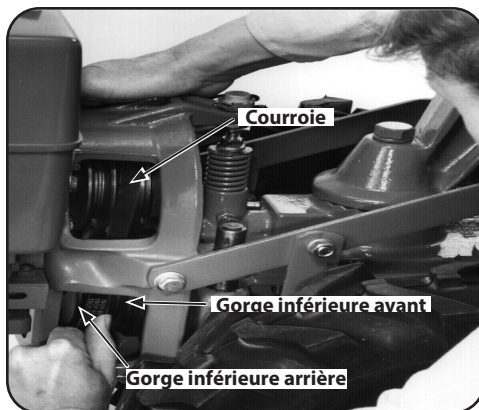

Figure 4-8
3. Agenouillez-vous sur la gauche du motoculteur. Pour relâcher la courroie, poussez le centre de la poulie vers l'intérieur, du côté droit des poulies. En même temps, utilisez votre main gauche pour placer une partie de la courroie sur la gorge inférieure avant de la poulie de transmission. Voir Figure 4-8.